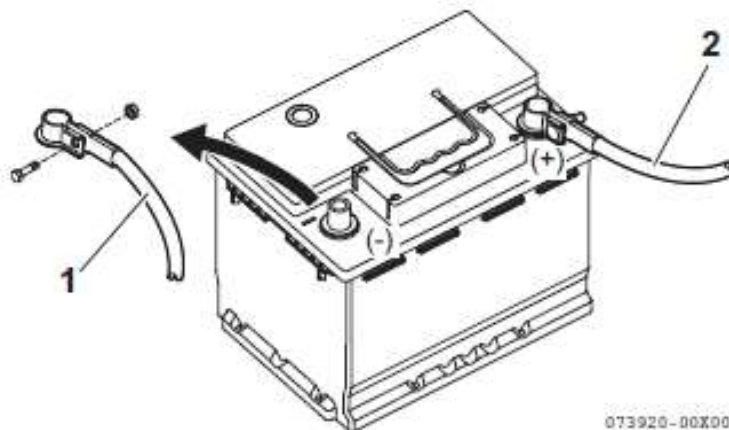

Рисунок 24
1. При отсоединении аккумуляторных проводов, сначала ослабляется и снимается минусовой (-) провод (Рисунок 24, (1)).
2. В последнюю очередь от аккумуляторной батареи отсоединяется плюсовой (+) провод (Рисунок 24, (2)).